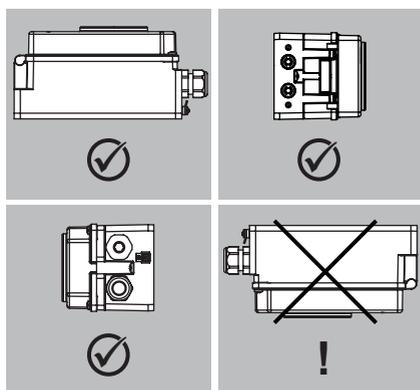

Fig. 5-2: Posições de montagem permitidas
- Respeite a posição de montagem (consulte a Fig. 5-2).